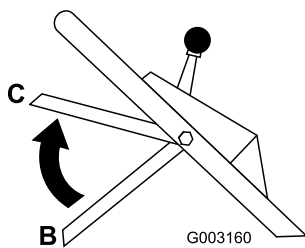

Figure 20
3. Ramenez la barre de commande à la position centrale, soit 12,7 cm (5) environ au-dessous de la barre transversale du guidon (position C à la Figure 20).
4. Relâchez la barre de commande de la lame (position B à la Figure 20).